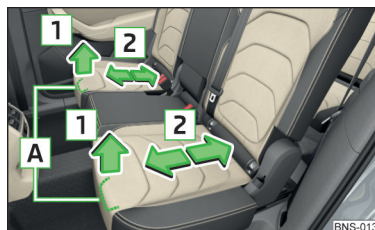

Abb. 88
- Den Hebel **A** in Pfeilrichtung **1** ziehen und den Sitz in die gewünschte Position in Pfeilrichtung **2** verschieben » Abb. 88. Nach dem Loslassen des Bedienungshebels muss die Verriegelung hörbar einrasten.